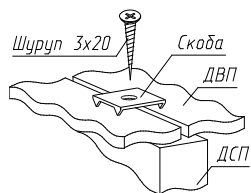
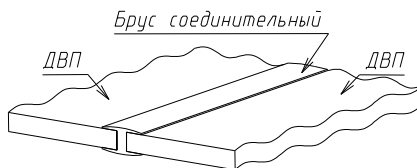

Рис.3
Рис.4
1. Собрать каркас шкафа по схеме сборки (рис. 3) с помощью евровинтов (рис. 1) и стяжек эксцентриковых (рис.2), предварительно установив фурнитуру, пластмассовые опоры (поз.59).
3. Закрепить задние стенки из ДВП гвоздями Ø1,2x20 по периметру с шагом 100мм и по углам шурупами Ø3x20, скрепками (поз.67)(рис. 3) и шурупами Ø3x20 в местах стыка на полках. Между собой задние стенки (поз.13) стыкуются соединительным брусом (рис.4).